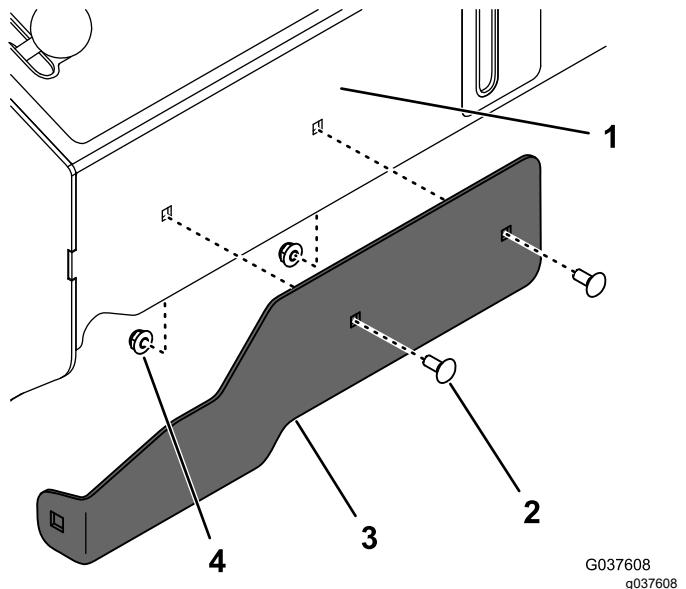

Figura 12
11. Installate, senza serrarla, la staffa del supporto anteriore sulla parte anteriore del piantone di comando, utilizzando 2 bulloni a testa tonda (1/4" x 5/8") e 2 dadi (1/4") come illustrato nella Figura 12.